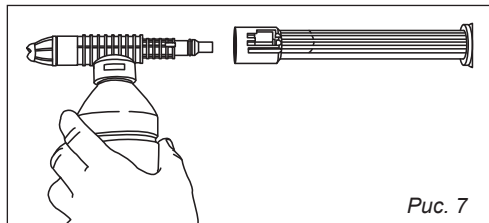

Рис. 7
■ Пенная насадка на пистолет (опция, рис. 7) предназначена для распыления моющего средства в виде пены на загрязненную поверхность.